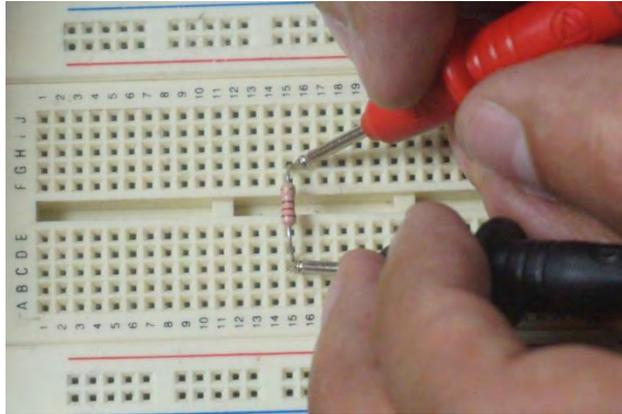

Figura A.15. Colocación de las puntas del multímetro para la medición de resistividad.
- Coloque las puntas (o caimanes) del multímetro paralelo al dispositivo que desea medir su resistividad (figura A.15). **Nota: El dispositivo no debe estar conectado al circuito, ni polarizado, de lo contrario dará una medición incorrecta.**